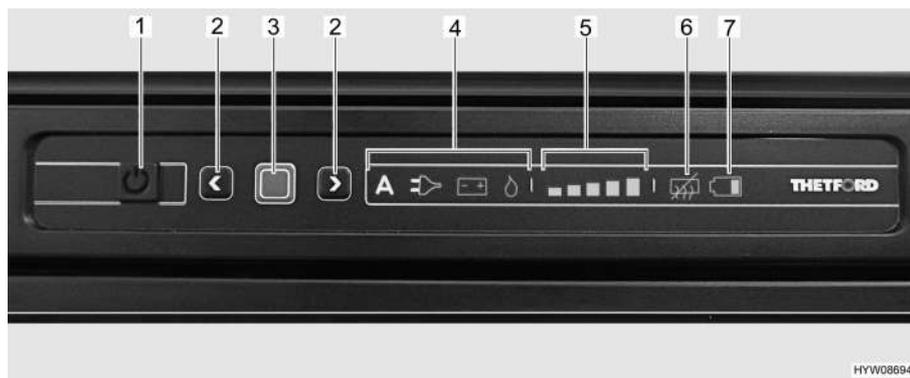

Fig. 76 Elementos de mando para el frigorífico
Después de conectar, el frigorífico automáticamente seleccionará el ajuste más reciente del termostato. Este reajuste puede modificarse manualmente con las teclas de flecha (Fig. 76,2). Las barras luminosas de la visualización de las etapas de refrigeración (Fig. 76,5) indican el ajuste seleccionado del termostato.
Con las teclas de flecha (Fig. 76,2) se ajusta la temperatura de refrigeración para los tres tipos de energía. Durará algunas horas hasta que el frigorífico alcance la temperatura de servicio ajustada. Al conmutar el modo de funcionamiento se mantiene el ajuste del termostato. La temperatura de refrigeración se mantiene independientemente del tipo de energía.
- Pulsar la tecla On/Off (Fig. 76,1) por 1 segundo. La tecla se ilumina de color verde. Los visualizadores se iluminan durante 10 segundos y luego se atenúan en modo de ahorro de energía.
- Pulsar la tecla de confirmación (Fig. 76,3). Se visualizará el ajuste actual del modo de funcionamiento.
- Pulsar la tecla de confirmación (Fig. 76,3) por aprox. 2 segundos. Los símbolos de modo de funcionamiento (Fig. 76,4) parpadean.
- Seleccionar el modo de funcionamiento deseado a través de las teclas de flecha (Fig. 76,2).
- Pulsar la tecla de confirmación (Fig. 76,3) por aprox. 2 segundos. Los símbolos de modo de funcionamiento parpadean.
- Pulsar de nuevo la tecla de confirmación. El indicador de los niveles de refrigeración (Fig. 76,5) parpadea.
- Seleccionar la potencia frigorífica deseada a través de las teclas de flecha (Fig. 76,2).
- Pulsar la tecla On/Off (Fig. 76,1) por aprox. 2 segundos. Se apagarán todos las lámparas.
- Pulsar simultáneamente las dos teclas de flecha (Fig. 76,2) durante aprox. 2 segundos. Se ilumina el símbolo de "Anticondensación apagada" (Fig. 76,6).
- Pulsar simultáneamente las dos teclas de flecha (Fig. 76,2) durante aprox. 2 segundos. Se apaga el símbolo de "Anticondensación apagada" (Fig. 76,6).